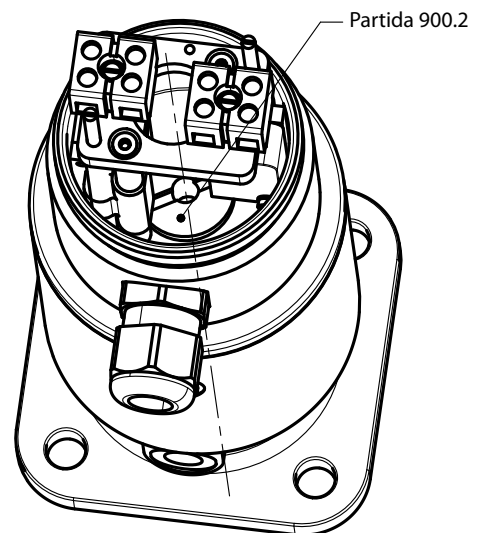

Figura 16: Fijación del indicador de posición
6. Colocar la caja de interruptores finales con tornillo de fijación [900.2] aplicando „Loctite 243“ (una gota en la rosca) y apretarla al accionamiento con el destornillador (figura 16).